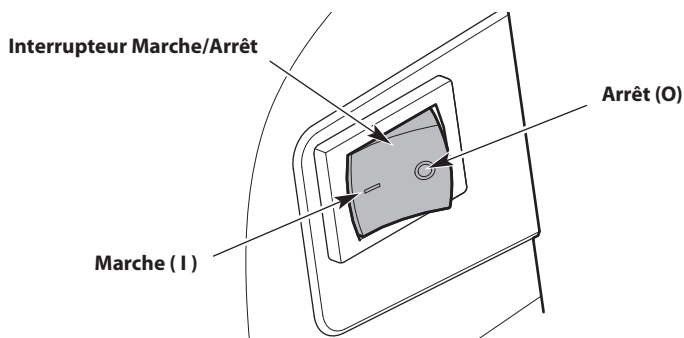

Fig. 11
**REMARQUE :** il n'est pas nécessaire de démarrer l'appareil. L'interrupteur de marche/arrêt est constamment en position de **Marche (1)** (Fig. 11).
2. Appuyez sur l'interrupteur de marche/arrêt et maintenez-le enfoncé en position **d'Arrêt (O)** jusqu'à ce que le moteur s'arrête complètement (Fig. 11).